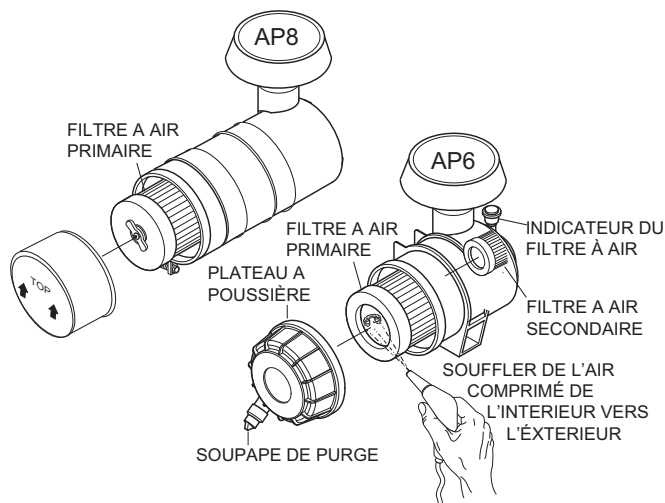

Figure 50. Filtre à air
5. Pour nettoyer l'élément principal (filtre à air en papier), se reporter à la (Figure 50), tapez sur le filtre à plusieurs reprises sur une surface dure pour enlever la saleté, ou souffler de l'air comprimé de l'intérieur (ne pas dépasser 30 psi (207 kPa, 2,1 kgf / cm²).